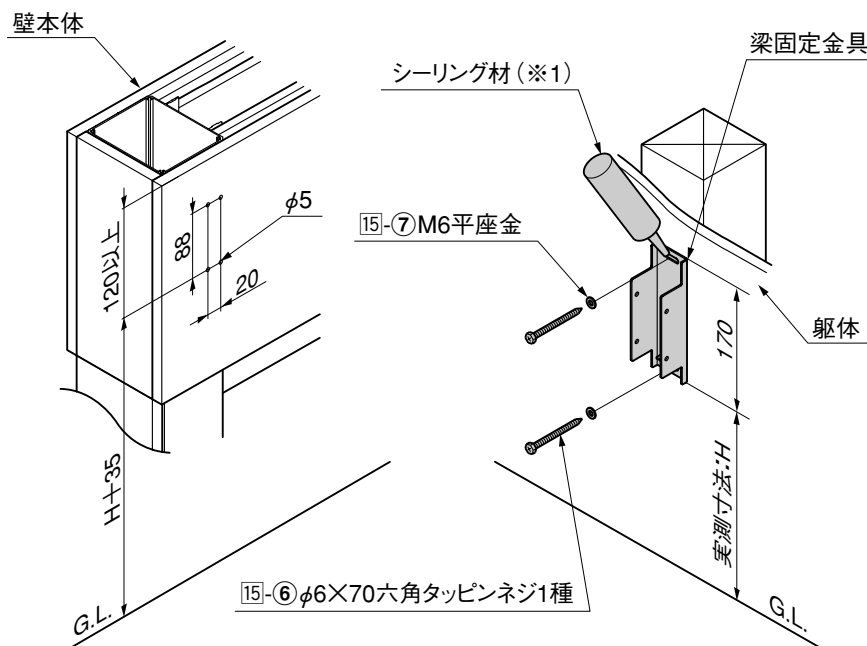

図12-10 梁固定金具の取付け
- ② 「1 基本寸法と各部名称 1. 基本寸法と各部名称」を参照して、梁固定金具を躯体に[15-⑥]、[15-⑦]で取付けてください。(図12-10参照)
- ③ 躯体にシーリングしてください。
④ 躯体側のG.L.から梁固定金具の下端までを実測してください。(図12-10参照)
⑤ SAボードにスリーブ材取付け位置を出してφ5の孔をあけてください。